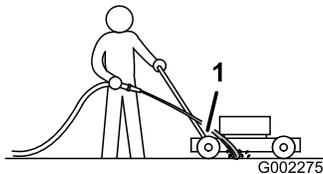

Рисунок 20
3. Удерживая садовый шланг на уровне рукоятки, направьте поток воды на землю непосредственно перед правым задним колесом (Рисунок 20).